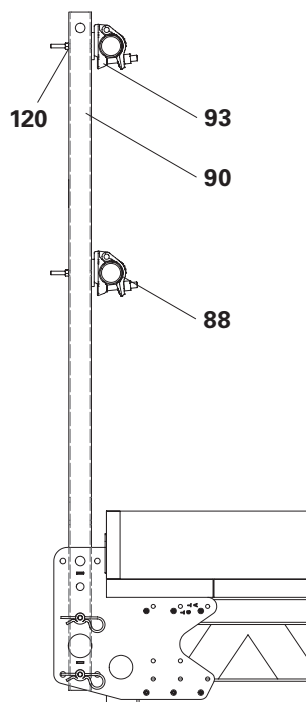

Fig. B5.06
2. Posizionare il tubo impalcatura in acciaio (**88**) e fissarlo. (Fig. B5.06)